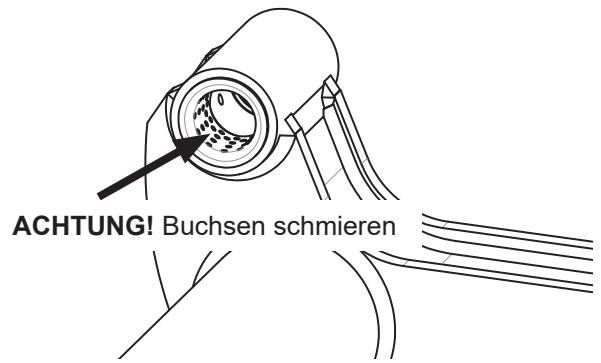

Abbildung 49. Nehmen Sie eine gründliche Initialschmierung der Metallbuchsen vor.
2. Schmieren Sie die Metallbuchsen an der oberen Armlagerung und vergewissern Sie sich, dass die kleinen Öffnungen auf der Buchseninnenseite mit Fett gefüllt sind. Siehe Abbildung 49.